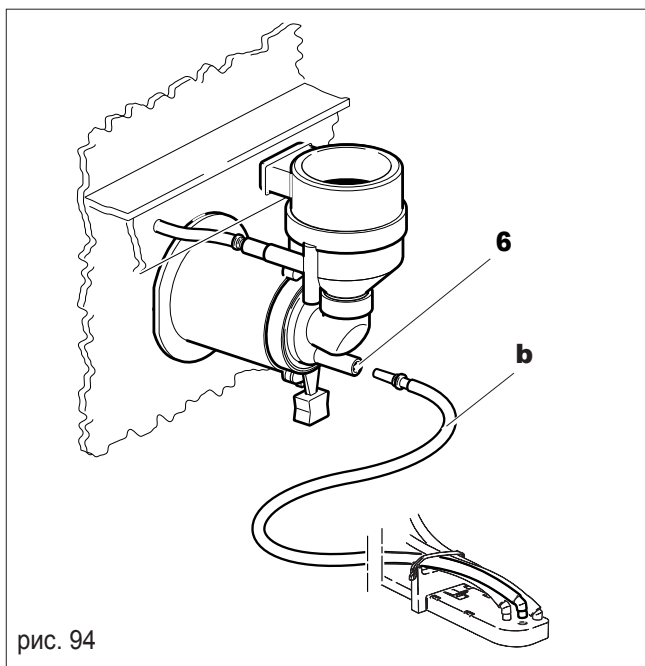

рис. 94
- Подсоедините трубку выдачи продукта (**b**) к миксеру диспенсера (**6**, рис. 94);